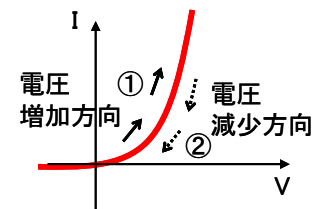

図 4. 測定平均の取り方
- 図 4 のように今度は電圧を降下させながら測定する。表 3 の平均電流とは、電圧増加方向および電圧減少方向に記録したデータの平均値である。